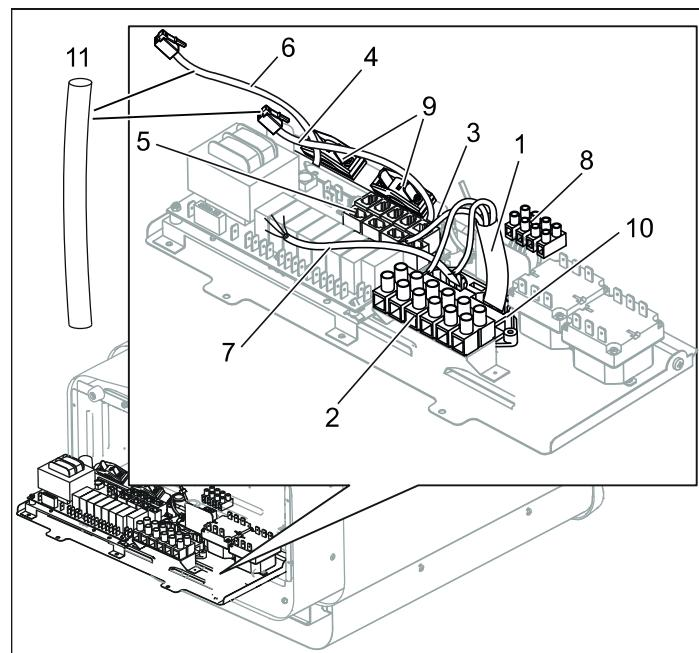
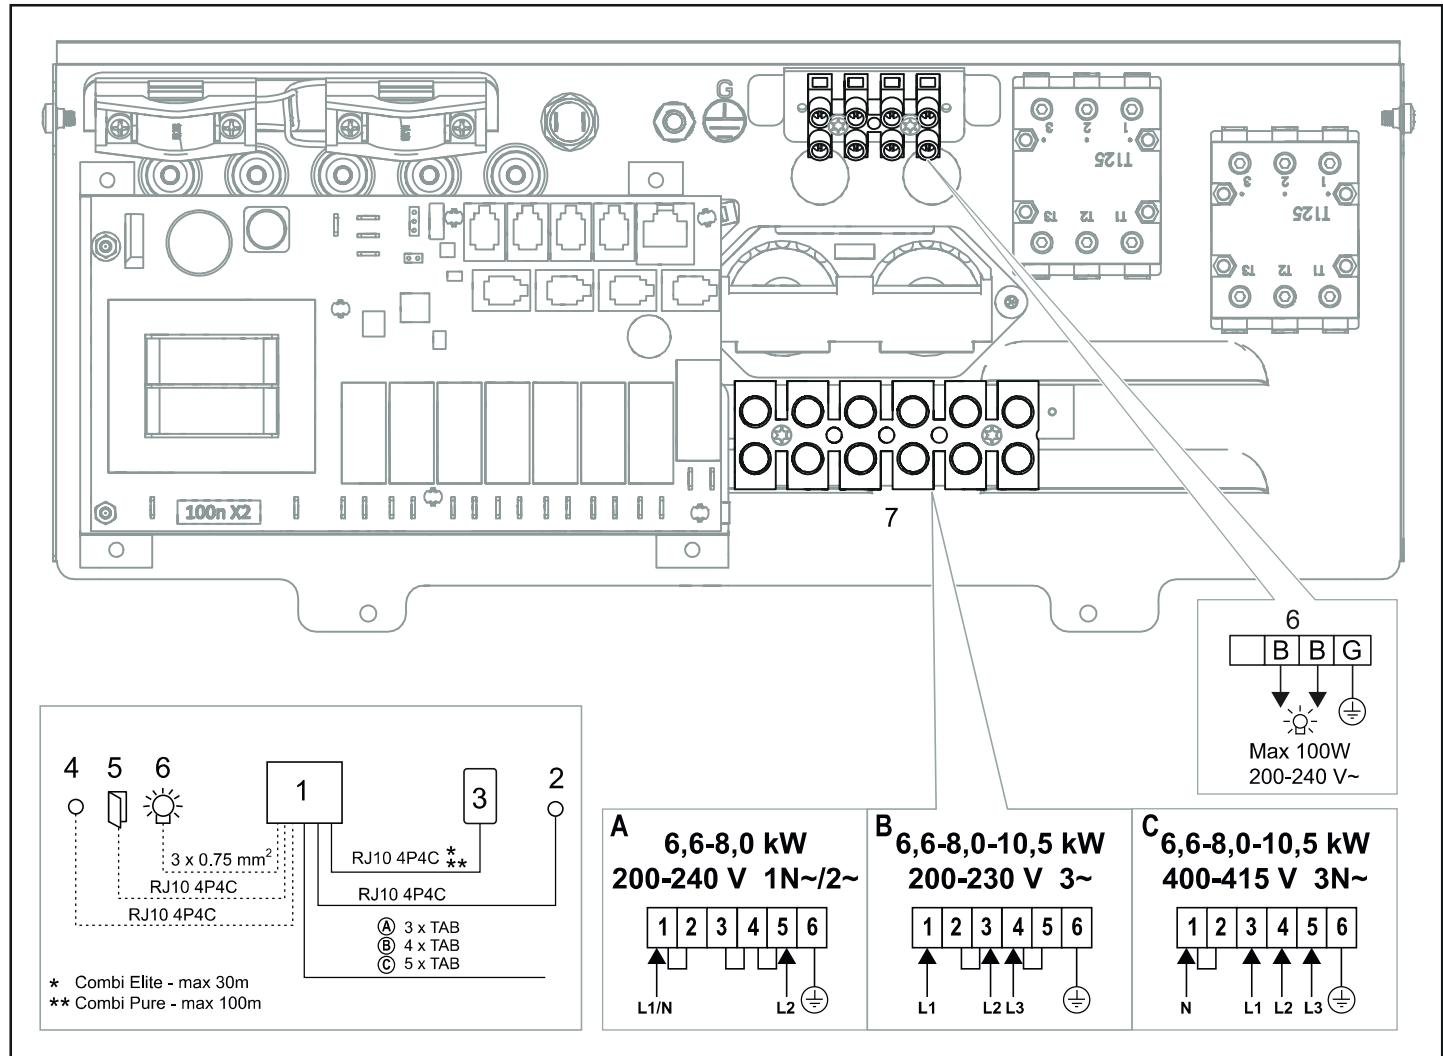
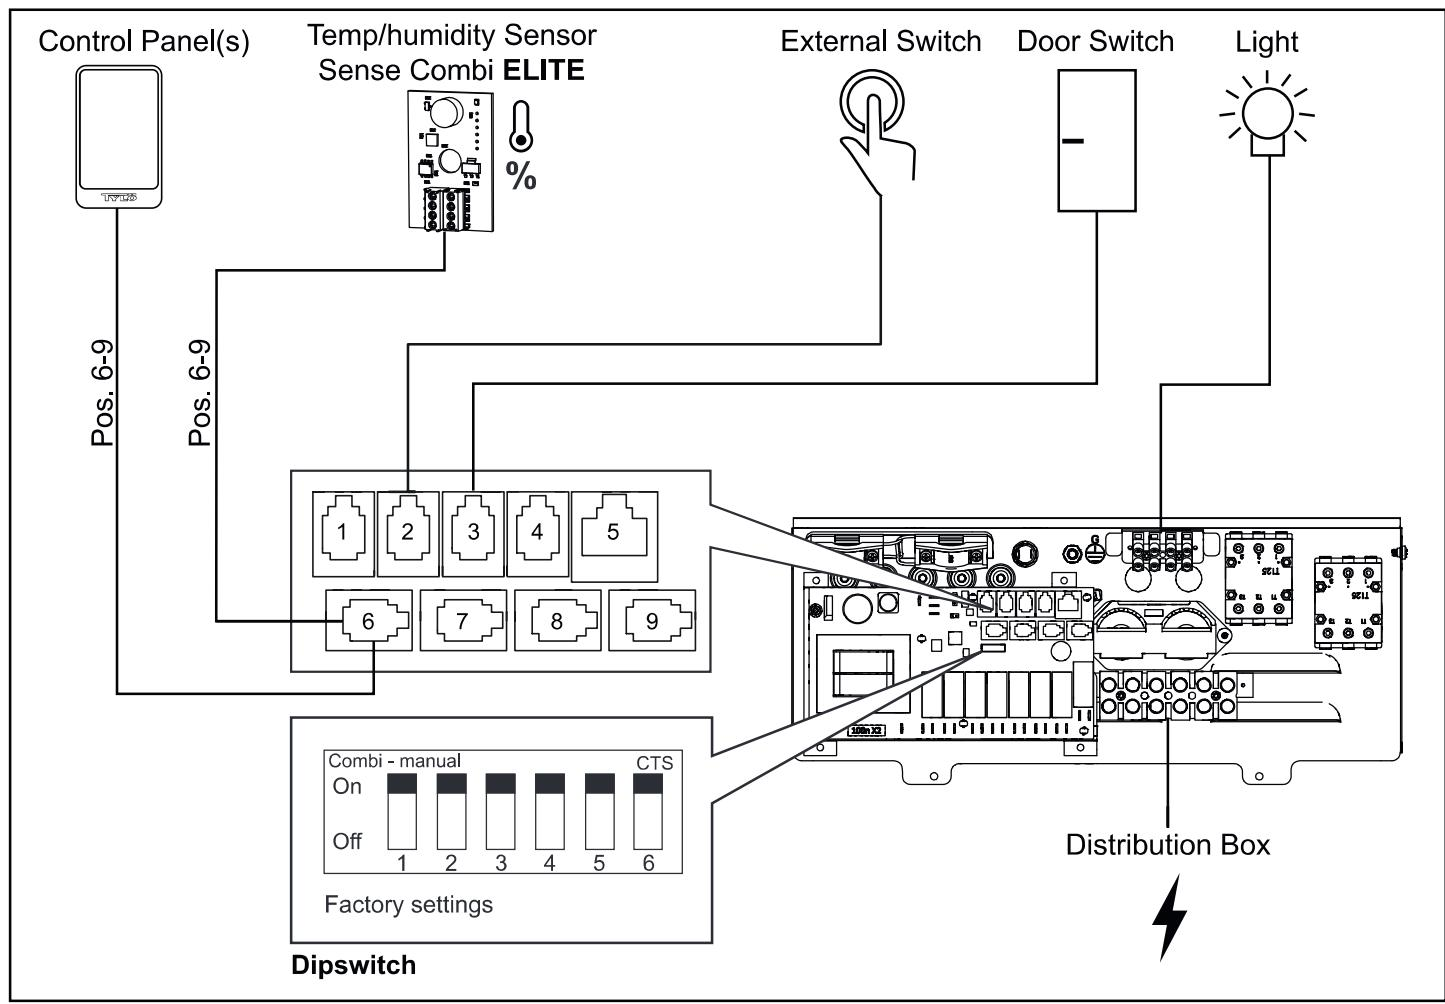
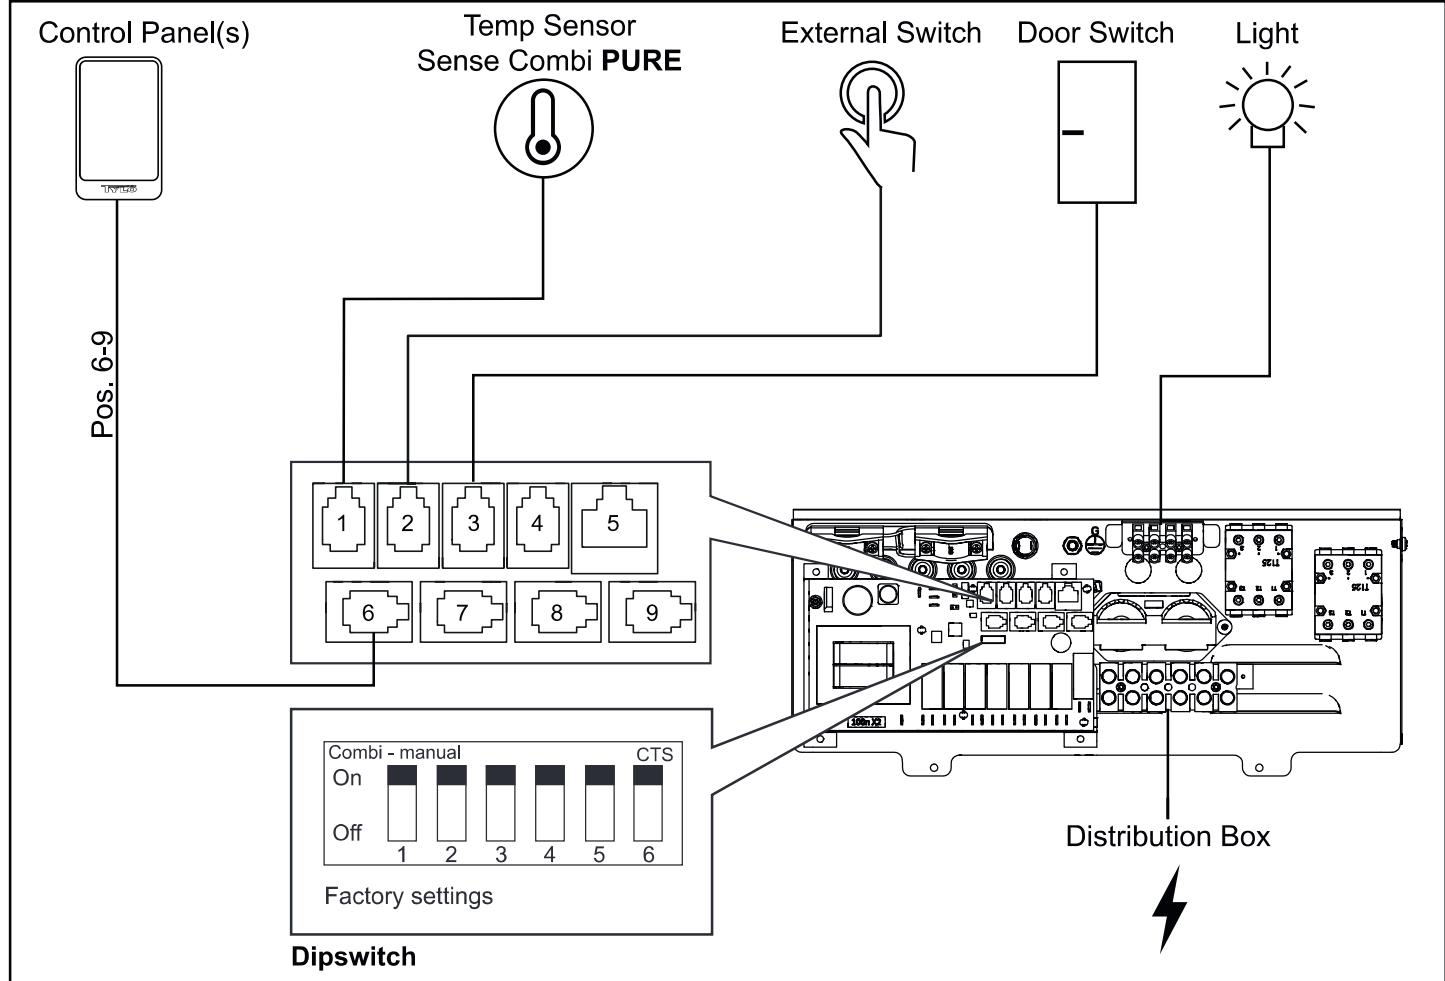

Abbildung 10: Leiterplatte
Abbildung 17: Schaltplan
Abb. 19. Schaltplan Sense Combi Elite
Abb. 20. Schaltplan Sense Combi Pure
4. Verbinden Sie das Elektrokabel (siehe Abbildung 10), wie im Schaltplan gezeigt (siehe Abbildung 17).
5. Führen Sie die Kabel für das Bedienpanel und den Temperaturfühler durch die Kabeltüllen (siehe Abbildung 10). Verbinden Sie das Kabel des Bedienpanels mit einem der vier RS485-Kontakte (Positionen 6-9) (siehe Abbildung 19, 20).
6. **Combi Pure:** Verbinden Sie das Sensorkabel mit dem NTC-Kontakt auf der Leiterplatte (Position 1) (siehe Abbildung 20). **Combi Elite:** Verbinden Sie das Feuchtigkeits- und Temperaturfühlers mit einem der vier RS485-Kontakte (Positionen 6-9) (siehe Abbildung 19).
7. Verbinden Sie das Lichtkabel (sofern relevant), (siehe Abbildung 10), wie im Schaltplan in Abbildung 17 gezeigt.
Wenden Sie sich an den Tylö Kundendienst, bevor Sie Spannungen oder Phasennummern anschließen, die nicht im Schaltplan in Abbildung 17 abgebildet sind.